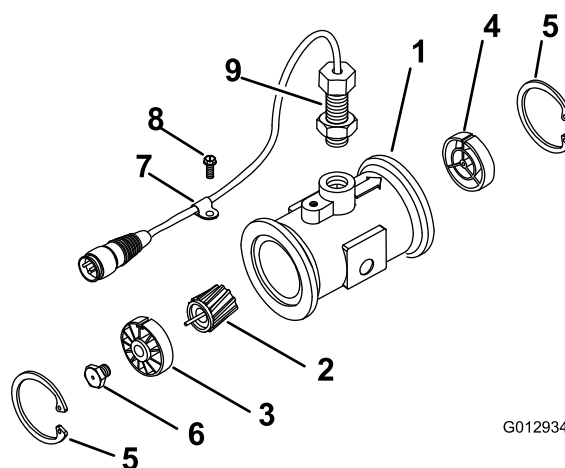

Bild 96
3. Entfernen Sie den Haltering an der vorgeschalteten Seite (Bild 96).